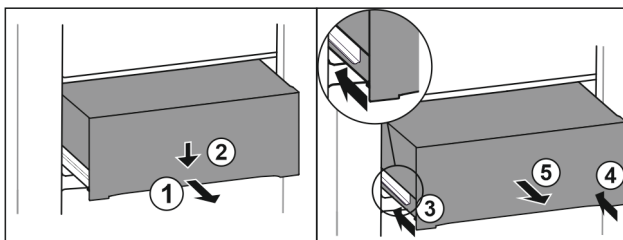

Fig. 92
- ▶ Изтеглете чекмеджето наполовина. Fig. 92 (1)
- ▶ Натиснете надолу чекмеджето от предната страна. Fig. 92 (2)
- ▶ Вкарайте лявата релса приблизително 2 см навътре. Fig. 92 (3)
- ▶ Вкарайте дясната релса приблизително 2 см навътре. Fig. 92 (4)
- ▶ Извадете чекмеджето напред. Fig. 92 (5)